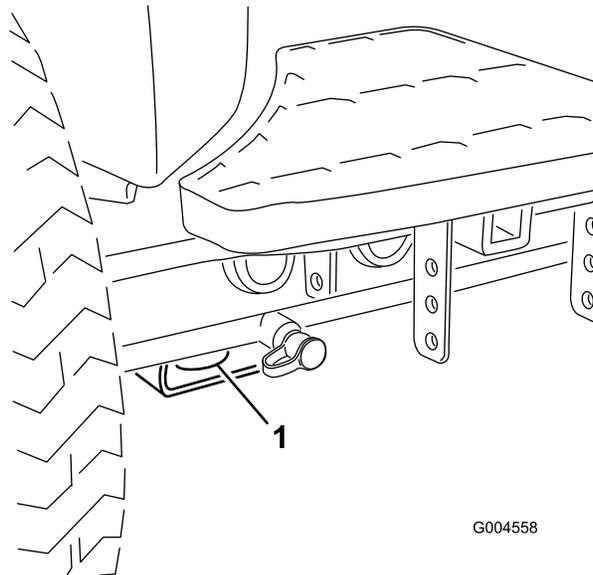

Figura 46
- Dianteira – o orifício na pastilha rectangular, por baixo do tubo do eixo, dentro de cada pneu dianteiro (Figura 46).